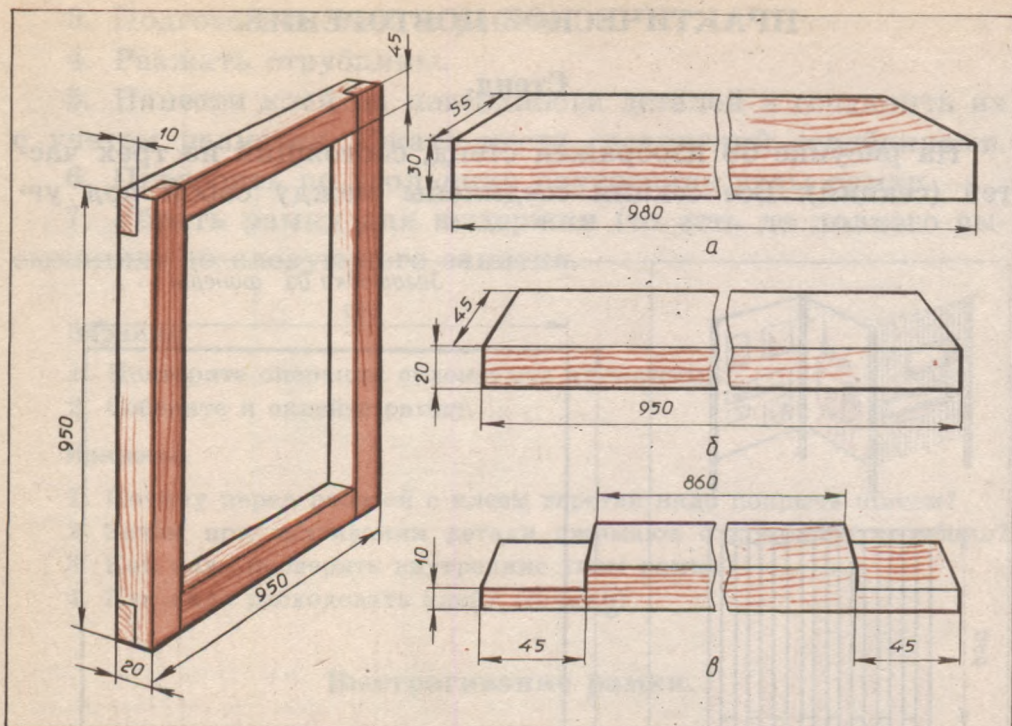

Рис. 69. Подрамник для стенда: а — выпиленный брусок; б — выстроганный брусок; в — деталь с шипами вполдерева.
лом. Такой стенд устойчив. По высоте все секции одинаковы, а по ширине могут быть разными. Каждая секция состоит из подрамника (рис. 69). На подрамник крепится тонкий лист фанеры, оргалита или рейки.
1. Выпилить и выстрогать бруски (рис. 69, а, б).
3. Сделать шипы вполдерева (рис. 69, в).